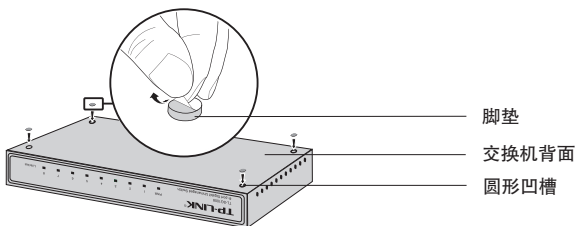

图2-1 桌面安装示意图
2. 逐个揭去4个脚垫的胶面保护纸, 分别黏贴在位于机壳底部四角的圆形凹槽中; 如**图2-1**所示;